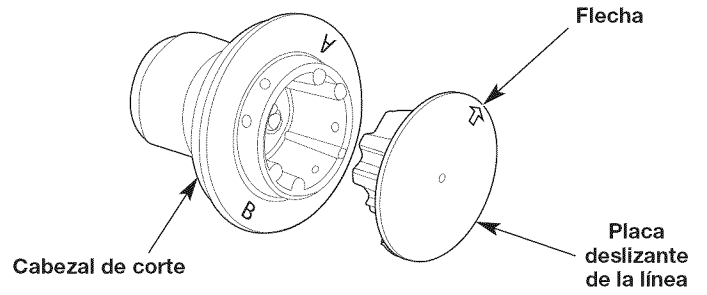

Fig. 16
2. Ubique el orificio pequeño en el lateral del cabezal de corte que sostiene la lengüeta negra de traba (Fig. 16). Inserte un destornillador Phillips pequeño y empuje la lengüeta de traba hacia adentro. Al mismo tiempo, hale la placa deslizante de la línea fuera del cabezal de corte.
4. Alinee la flecha de la placa deslizante de la línea con la marca "A" en el cabezal de corte (Fig. 16).